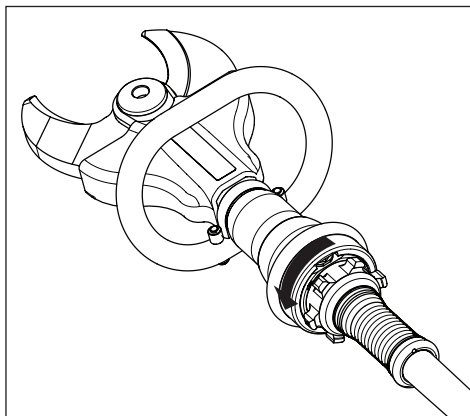

Figura 6, cortador aberto
- Para abrir as lâminas: gire o botão para a esquerda e segure-o no lugar. Veja a Figura 6.